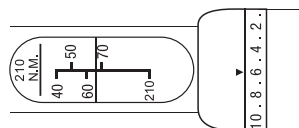

Fig. 2
2. Ruotare l'impugnatura e impostare la scala dell'anello per l'impostazione micrometrica su "6". Ora la chiave torsiometrica è impostata su 66 Nm (fig. 2).